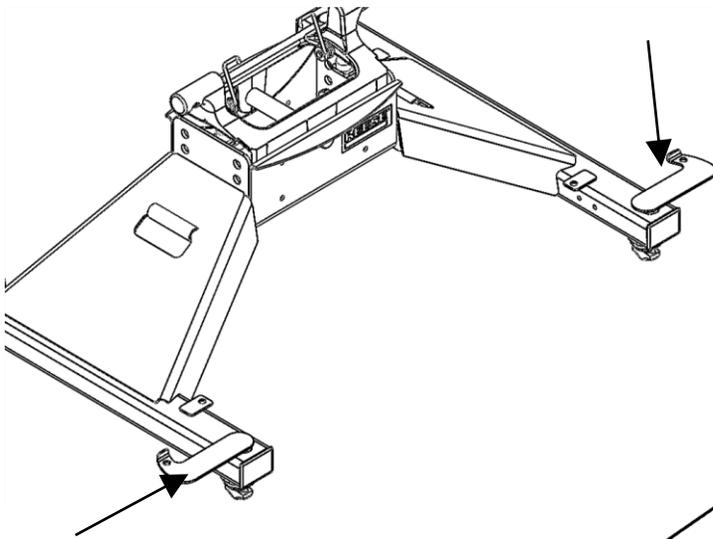

Figure 16 : Leviers d'ancrage en position de déverrouillage
2. Déposer l'attelage sur les réceptacles et tourner les leviers à la position de déverrouillage (voir Figure 16) jusqu'à ce que l'attelage s'introduise à fond dans les réceptacles aux quatre (4) coins.
4. Tourner les quatre (4) leviers en position de déverrouillage (perpendiculaires à l'enveloppe des socles angulaires, Figure 16). Soulever chaque côté de l'attelage séparément pour les extraire des réceptacles, ne pas hésiter à secouer les leviers légèrement pour aligner les ancrages sur les trous des réceptacles.